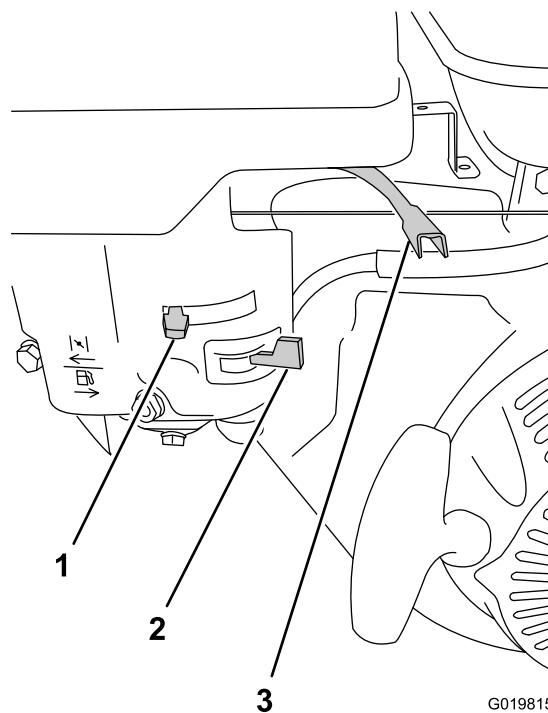

Figure 13
2. Tournez le robinet d'arrivée de carburant complètement à droite en position OUVÉRTE (Figure 13).
3. Réglez la commande de starter à la position EN SERVICE (Figure 13).
1. Placez la commande d'accélérateur à la position MIN (Figure 13).